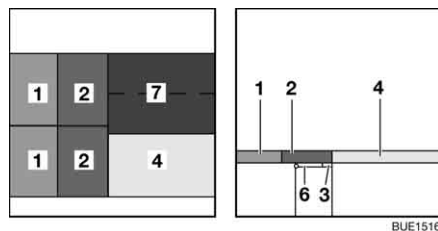

Bild 139 Nach dem Umbau
- Die Sitzpolster (Bild 139,2) auf die aufgeklappten Sitztruhendeckel legen.
- Das Zusatzpolster (Bild 139,7) aufklappen und vor das Sitzpolster (Bild 139,4) auf den Tisch legen.